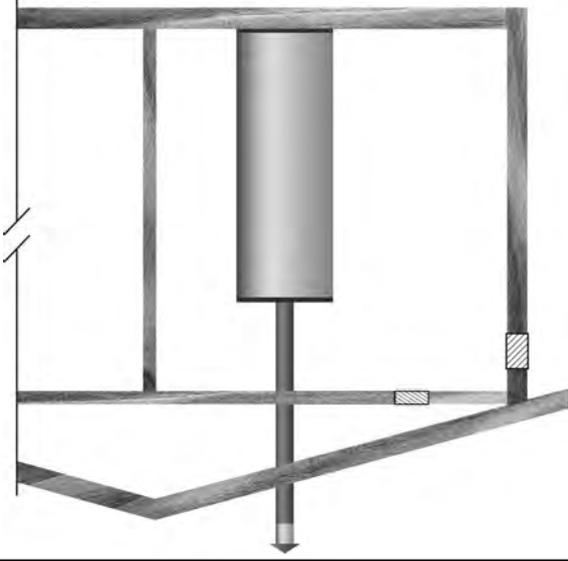

Figure 6
- Substitivement, une ouverture unique permanente, commençant à 300 mm (12 po) du haut de l'enceinte, sera fournie. Voir Figure 6. Le chauffe-eau doit avoir des dégagements d'au moins 25 mm (1 po) depuis les côtés et l'arrière, et de 150 mm (6 po) de l'avant de l'appareil. L'ouverture devra communiquer directement avec l'extérieur ou devra communiquer par un conduit vertical au horizontal vers l'extérieur ou des espaces qui communiquent librement avec l'extérieur et devront avoir une zone libre minimum de ce qui suit :